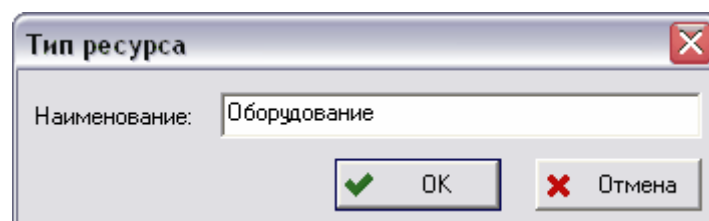

Рис. 100
2. В диалоговом окне **Тип ресурса** введите наименование (Рис. 100).